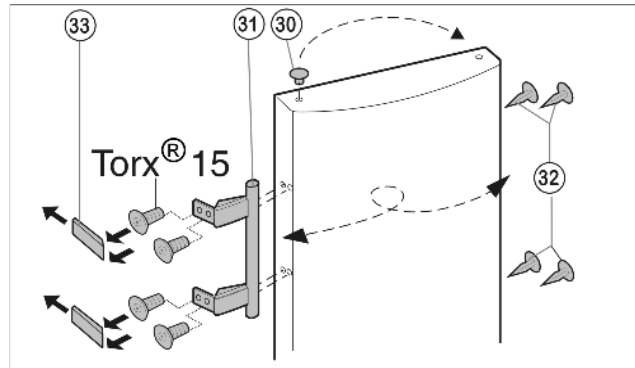

Fig. 6
- ▶ извлеките пробку Fig. 6 (30) из опорной втулки дверцы и переставьте.
- ▶ Снимите и переставьте на противоположную сторону дверную ручку Fig. 6 (31), пробку Fig. 6 (32) и прижимные пластины Fig. 6 (33).